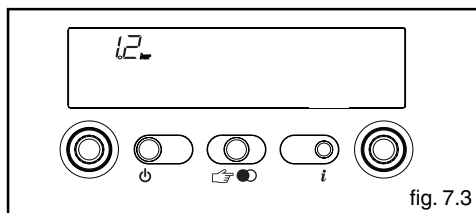

fig. 7.3
**Info 2** visualizza la pressione di carico impianto (fig. 7.3)